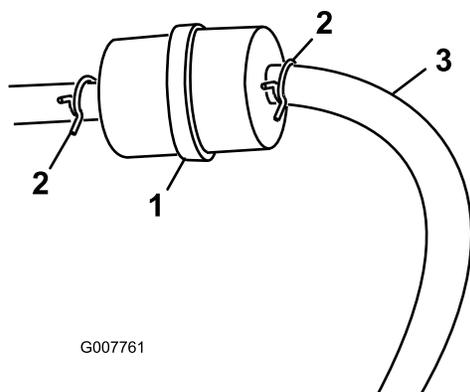

Figure 30
3. Pincez les extrémités des colliers et faites-les glisser pour les éloigner du filtre (Figure 30).
5. Posez un filtre neuf et rapprochez les colliers de fixation du filtre (Figure 30).
3. Desserrez le collier de serrage au niveau du filtre à carburant et éloignez-le en le poussant le long de la conduite d'alimentation (Figure 30).
4. Débranchez les conduites d'alimentation du filtre à carburant (Figure 30).
Remarque: Laissez l'essence s'écouler dans un bidon ou un bac de vidange (Figure 30).
5. Raccordez la conduite d'alimentation au filtre. Rapprochez le collier de serrage du filtre pour fixer la conduite d'alimentation (Figure 30).